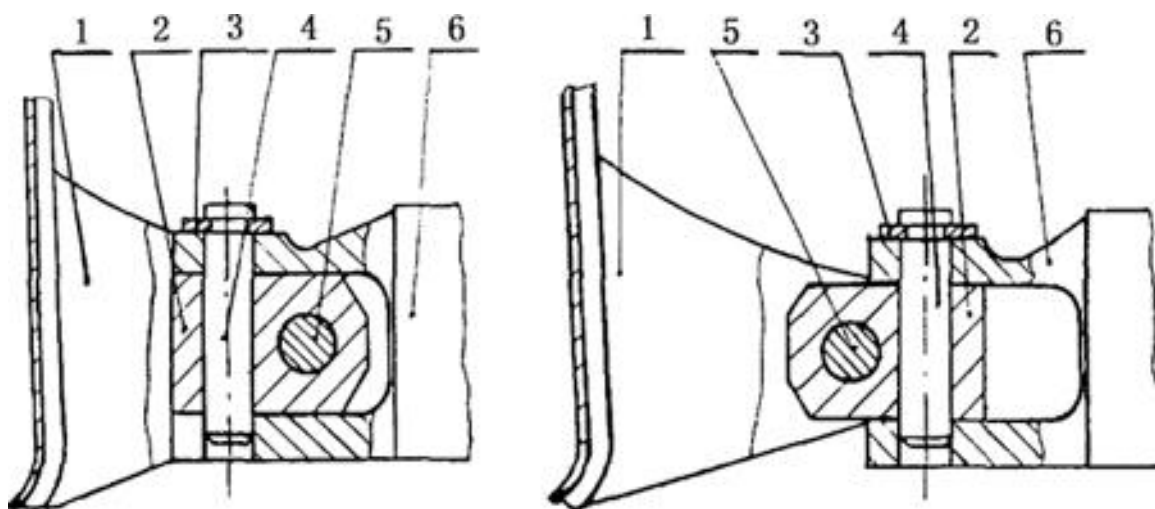

Рис. 7-10
7.11 Сборка прямого отвала (см. Рис. 7-10)